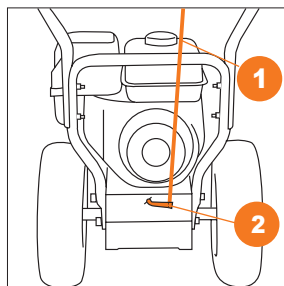

Рис. 16
- Присоедините штангу рычага выбора передач **1** к кронштейну привода **2** расположенного в нижней части снегоуборочной машины и зафиксируйте шплинтом (Рис. 16).